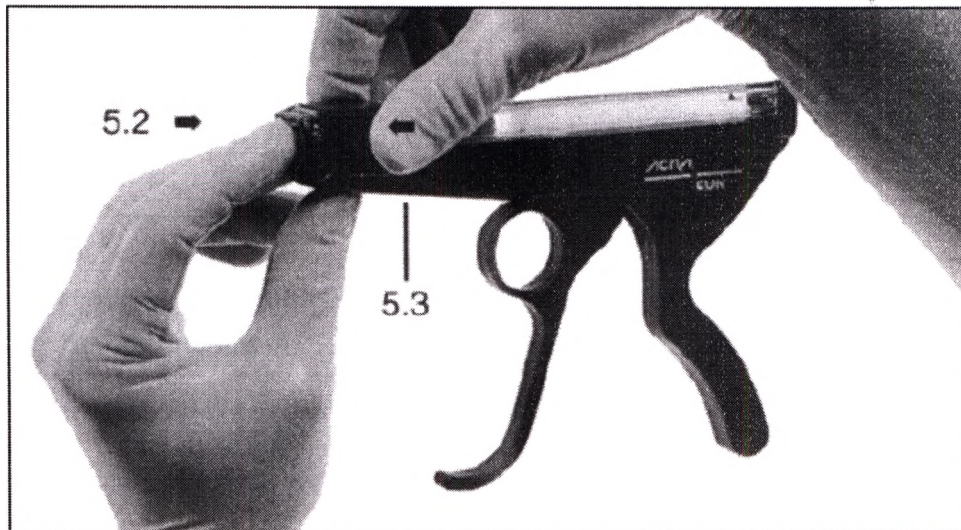

Рисунок 10
5.2 Прижмите выступающий черный подаватель клипсов так, чтобы он оказался на одном уровне с отверстием картриджа, и зафиксируйте положение. (Рисунок 10)
5.3 Придерживая подаватель, переместите замок картриджа вперед, чтобы зафиксировать подаватель в необходимом положении. (Рисунок 10)